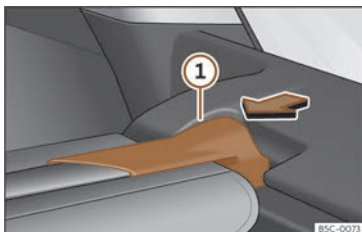

Fig. 176 No maleteiro: desmontar a bandexa.
- Prema o soporte da bandexa >>> **fig. 176** **1** no sentido da frecha.
- Encaixe o soporte da bandexa >>> **fig. 176** **1** na carcasa do outro lado.